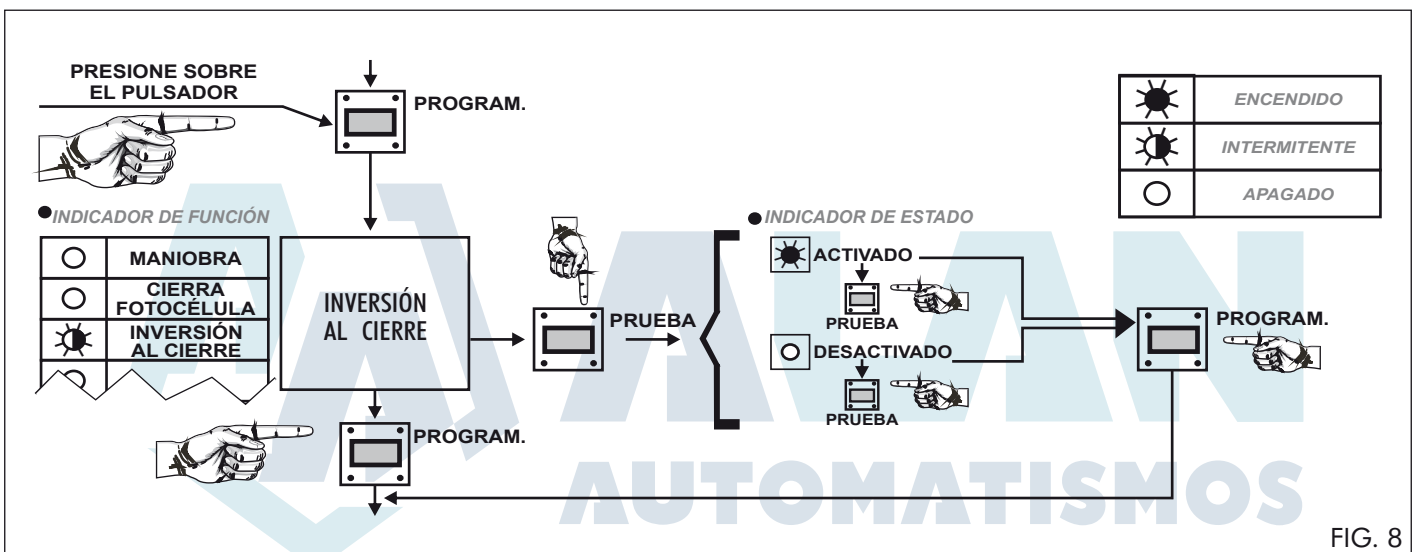

FIG. 8
3.4.1. Presione la tecla «PROGRAM» hasta que el indicador de función **INVERSIÓN AL CIERRE** se encienda intermitentemente (ver fig. 8).
3.4.2. Presione sucesivamente la tecla «PRUEBA» (ver fig. 8) hasta alcanzar la opción deseada.